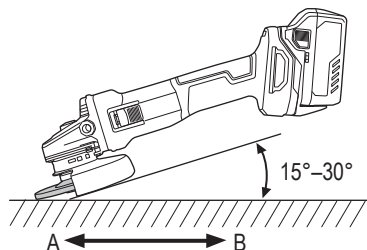

Fig. 18
- (2) Utiliser un angle de meulage correct. Meuler seulement avec le rebord de la meule en soulevant la meuleuse de 15° à 30°, comme montré sur la Fig. 18.
- (3) Déplacer la meuleuse dans la direction correcte. Lors de l'utilisation d'une nouvelle meule à dépression centrale dans la direction A (Fig. 18), le rebord de la meule risque de couper la pièce à usiner. Dans ce cas meuler dans la direction B (Fig. 18). Une fois que la meule est usée, la pièce à usiner peut être meulée dans les deux directions.